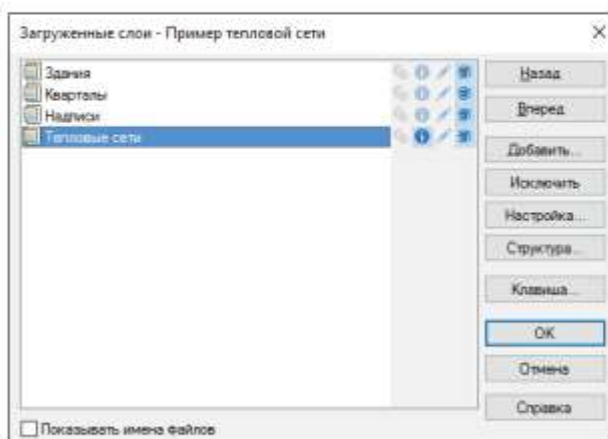

Рисунок 15.2. Окно выбора слоя
3. Нажмите кнопку Слой..., выберите слой рассчитываемой тепловой сети в открывшемся диалоге (смотрите Рисунок 15.2, «Окно выбора слоя») и нажмите кнопку ОК чтобы подтвердить выбор и закрыть диалог;